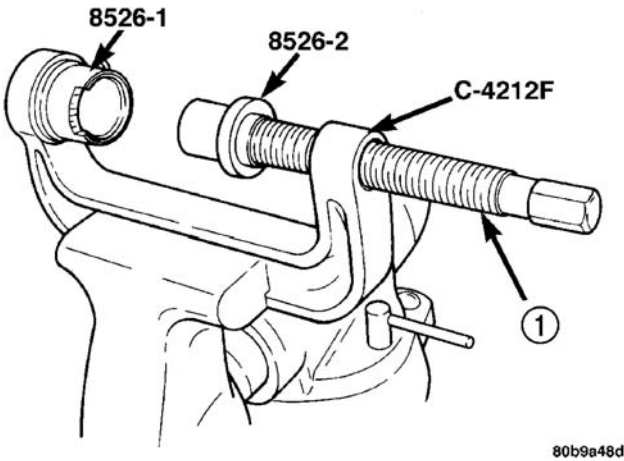

图 22 拆卸时定位的专用工具
- (1) 将减振器从车辆上拆卸下来。
- (2) 将接收器（专用工具 8526-1）安装至球头压床的凹口（专用工具 C-4212F），拧紧固定螺钉。将螺丝套（专用工具 8526-2）安装至球头压床顶端的螺杆，如（图 22）所示。
注：进行此步骤时，将球头压床（专用工具 C-4212F）置于台钳中更有利于操作，如图所示（图 22）。